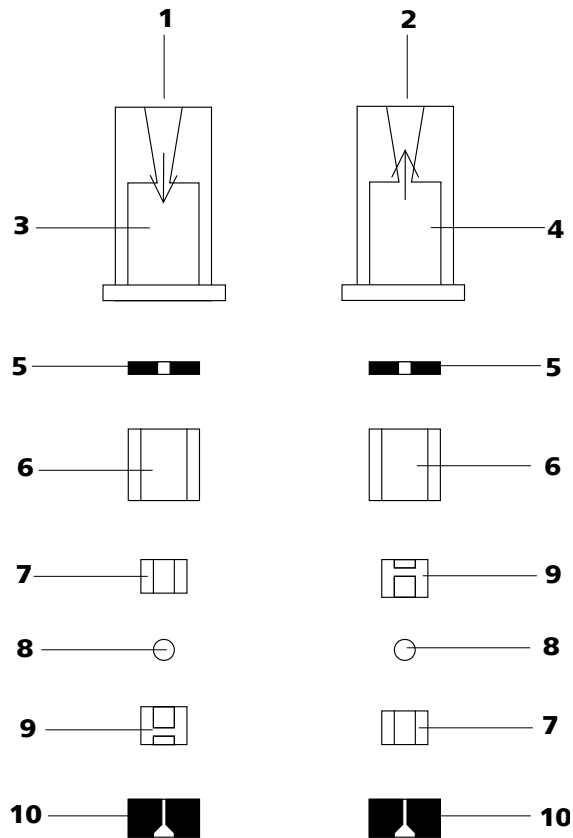

Figura 36 Componentes da válvula de entrada e da válvula de saída
- As válvulas de entrada e de saída são constituídas pelos mesmos componentes, estando os mesmos ordenados apenas de modo diferente (ver figura 36, página 68).
Montar novamente os componentes da válvula *de acordo com a figura 36, página 68*.
- Colocar os restantes componentes da válvula, uns sobre os outros, na sequência correta (*ver figura 36, página 68*).
Se não for este o caso, a válvula terá que ser desmontada novamente e montada de novo corretamente (*ver figura 36, página 68*).